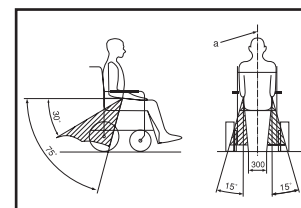

Abbildung 2
- Der Hüftgurt sollte unterhalb der Taille des Benutzers entlanglaufen. Dabei muss der Winkel zwischen dem Gurt und dem Boden zwischen 30° und 75° (ein größerer Winkel ist günstiger) liegen (siehe Abbildung 2).